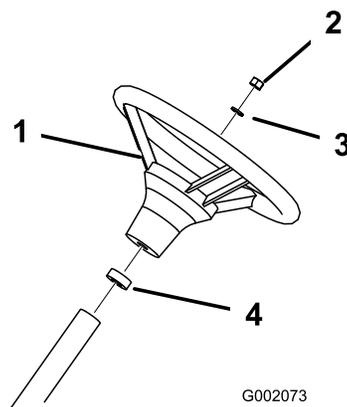

Figura 4
- Fissate il volante sul piantone usando il dado (Figura 4).